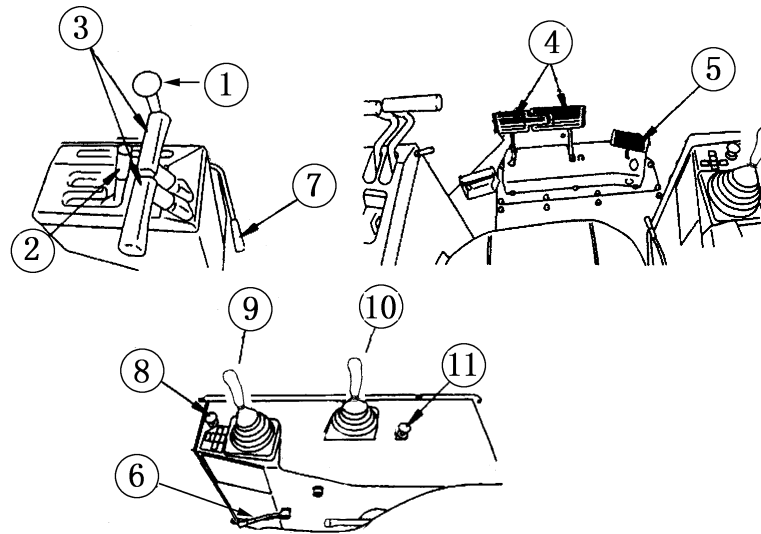

Figura2-2
2.1.2 FUNCIÓN DE CADA EQUIPO DE OPERACIÓN (Figura2-2)